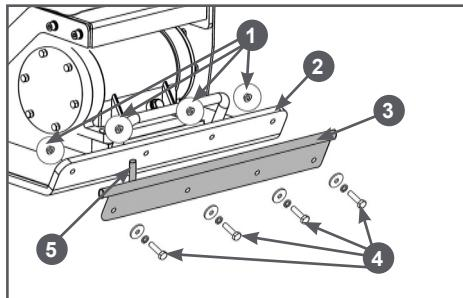

Рис. 20 Установка трубы подачи воды
2. Установите на рабочую плиту трубку для подачи воды в соответствии с Рис. 20. Совместите отверстия в рабочей плите 2 и пластинах трубы 3, вставьте со стороны трубы в отверстия болты 4 с пружинными и плоскими шайбами и закрутите гайки 1 (Рис. 20).
После установки трубы подачи воды штуцер 5 для подключения шланга должен быть с правой стороны, если смотреть по направлению движения виброплиты (Рис. 20).